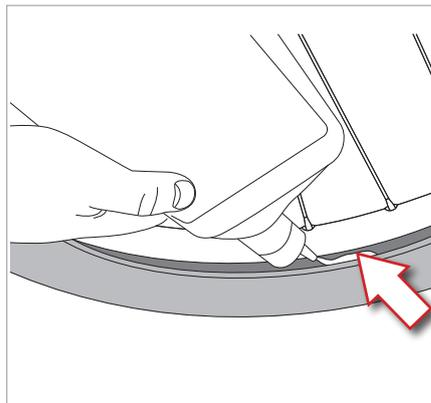

Fig.19
- Si no tiene una jeringa, destalone un lado del neumático, introduzca la cantidad de líquido recomendada por el fabricante y vuelva a colocar el talón en el canal central de la llanta (Fig. 19).